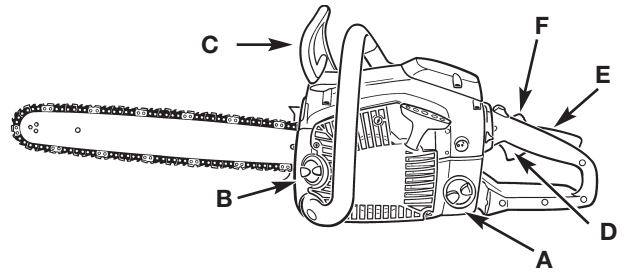

Fig. 3
1. Mezcle la gasolina con el aceite (A, Fig. 3). Llene el tanque de combustible con la mezcla de combustible/aceite. Vea las Instrucciones para Mezclar el Aceite y el Combustible.
2. Llene el tanque de aceite (B) con el aceite correcto para barra y cadena (Fig. 3).
3. Asegúrese de que el Chain Brake® se encuentre desenganchado (C) antes de arrancar su unidad (Fig. 3).
8. Sujete la seguridad del disparador (E), el disparador (D) de válvula de admisión de estrujón, con pulgar, presione el picaporte de válvula de admisión (F). El disparador de la válvula de admisión de la liberación y entonces el picaporte (Fig. 3). Hale la cuerda **4 veces con un movimiento controlado y uniforme**.